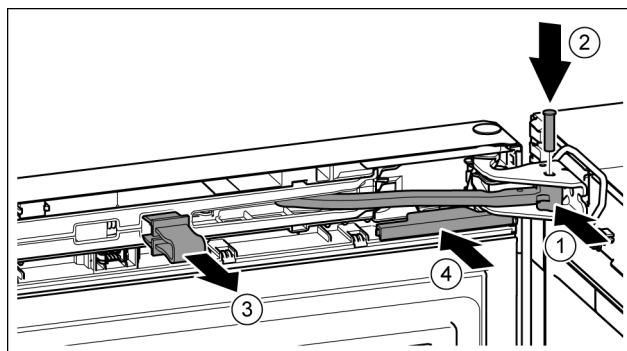

Fig. 42
- ▶ Rotiți articulația în suportul de lagăr. Fig. 42 (1)
- ▶ Introduceți bolțul în suportul de lagăr și articulație. Urmăriți ca respectiva camă de cuplare să fie așezată corect în canelură. Fig. 42 (2)
- ▶ Detașați siguranța. Fig. 42 (3)
- ▶ Montați capacul. Fig. 42 (4)